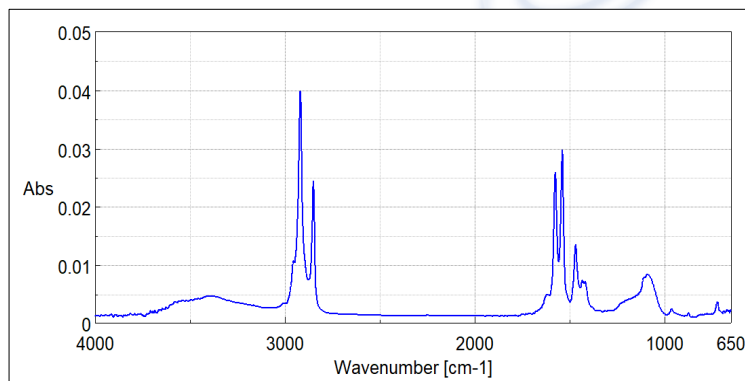
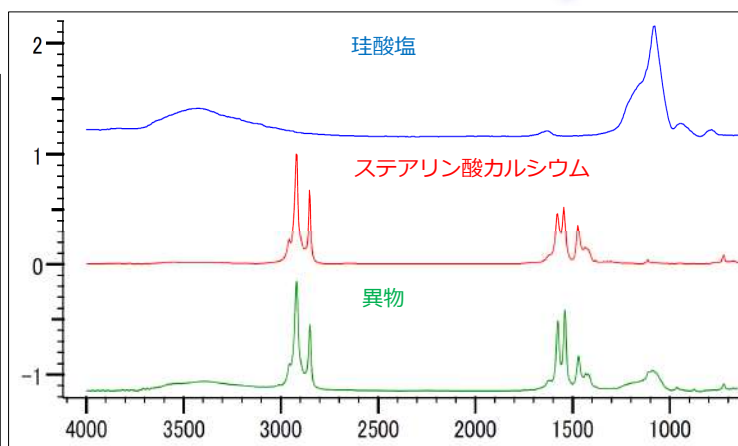

Fig.8 異物の赤外吸収スペクトル
Fig.9 データベース検索結果
■ 赤外吸収スペクトル測定の結果、異物はステアリン酸カルシウムと珪酸塩が混在したものと推定されました(Fig8、Fig9)。